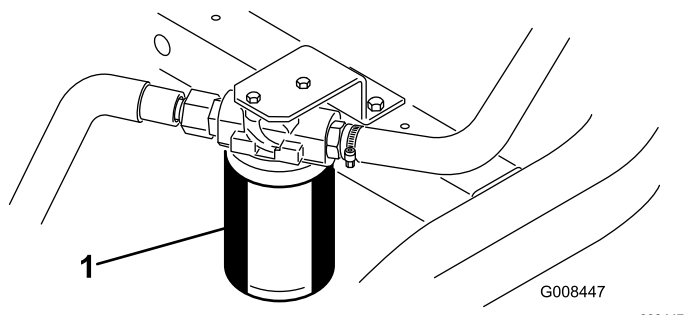

Bild 50
1. Reinigen Sie den Anbaubereich des Filters (Bild 50). Stellen Sie eine Auffangwanne unter den Filter und entfernen den Filter.